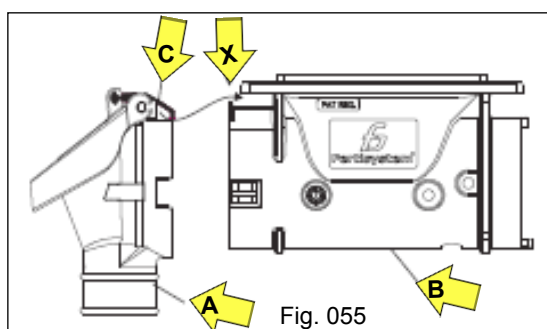
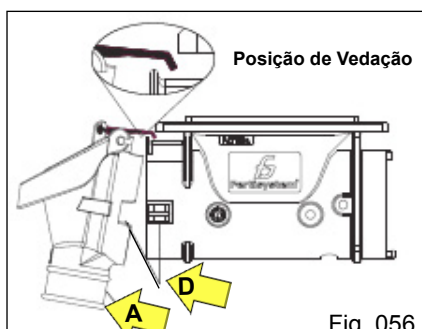
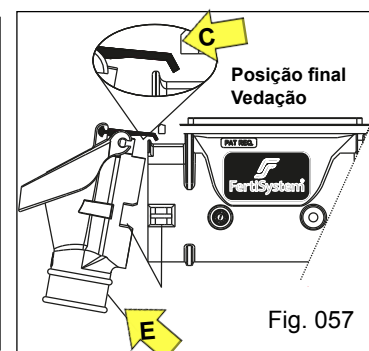

Fig. 055
Fig. 056
Fig. 057
Para realizar a montagem do conjunto do bocal "A", aproxime-o ao corpo principal "B", observando que a vedação "C", fique sobreposta ao ponto "X" do corpo principal "B" (Fig. 055). Para que isso ocorra, incline levemente o conjunto do bocal "A" (Fig. 056) e direcione aos encaixes "D" em ambos os lados, alinhando-os e fixando até o final. Após fixe com o fecho inox "E" (Fig. 057), girando até o travamento final em ambos os lados. Observe a posição final da vedação "C" (Fig. 057).
Ao realizar a operação de retirada do bocal, faça com cuidado o destravamento do fecho inox (E) (Fig 057) para que não ocorra danos nas mãos pelo “efeito mola” proporcionado pelo mesmo.